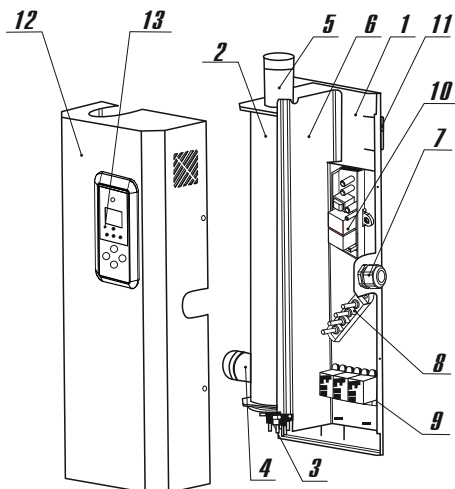
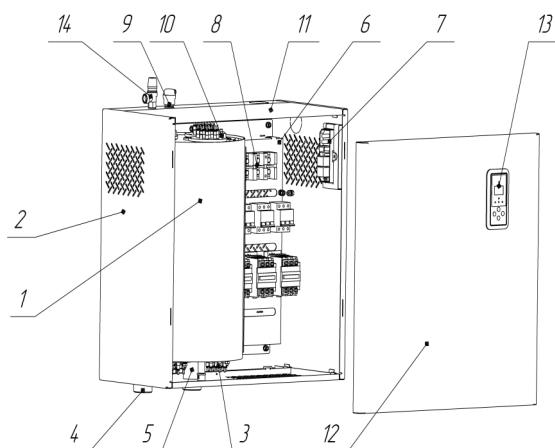

Рисунок 1
Рисунок 1.2
- водонагреватель следует закрепить на стене шурупами через отверстия в кронштейнах на его задней стенке (**рисунок 1**), обеспечив необходимые для обслуживания расстояния до боковых стен и расстояние до пола не менее 550 мм для замены ТЭНБ;
- на моделях ЭВН-К-4,5Э3-220, ЭВН-К-6Э3, ЭВН-К-9Э3, ЭВН-К-12Э1, ЭВН-К-15Э2, ЭВН-К-18Э2, ЭВН-К-24Э2, ЭВН-К-30Э2, ЭВН-К-36Э2, ЭВН-К-42Э2, ЭВН-К-48Э2 снять кожух (12), как показано на **рисунках 1 и 1.1**, предварительно отвернув винты саморезы. Отключить провод с электронной панели управления от коммутационной платы (10), после подключения ЭВН-К к сети собрать в обратной последовательности;
- на моделях ЭВН-К-60Э3, ЭВН-К-72Э3, ЭВН-К-84Э3, ЭВН-К-96Э3, ЭВН-К-144Э3 снять съемную крышку (12) котла (**рисунок 1.2**). Для этого плавно приподнять крышку вверх на 4 см, затем потянуть на себя для того, чтобы зацепы крышки вышли из пазов каркаса. Отключить провод с электронной панели управления от коммутационной платы (7), после подключения ЭВН-К к сети собрать в обратной последовательности;